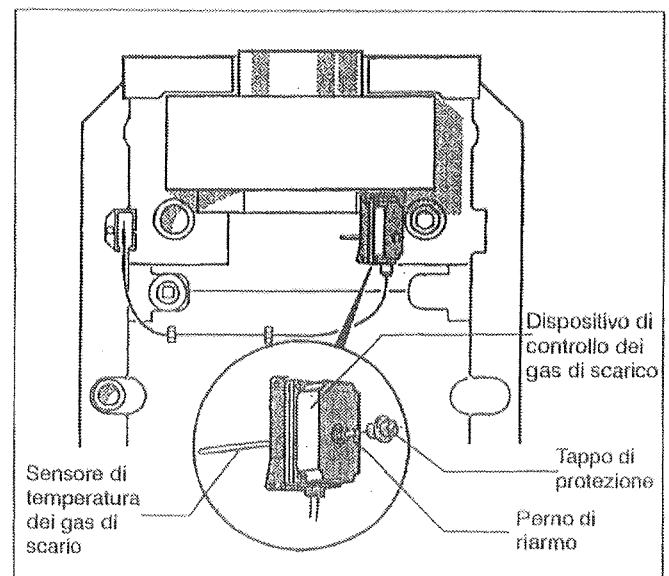

Fig. 1: Riarmo del dispositivo di controllo dei gas di scarico: G334 XZ come esempio
- Dopo circa due minuti, rimuovere il tappo di protezione e premere saldamente il perno di riarmo (Fig. 1).